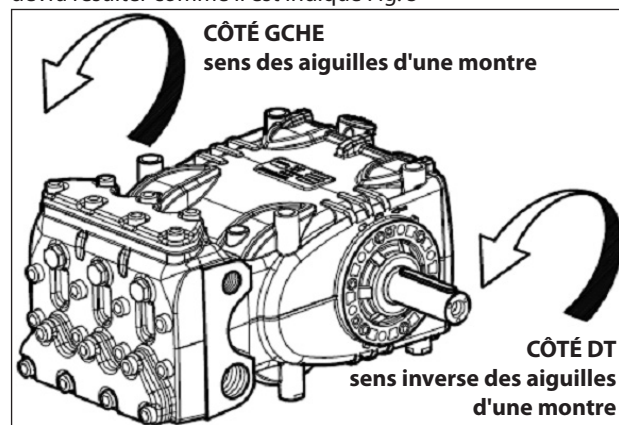

Fig. 5
En plaçant face à la tête de la pompe, le sens de rotation devra résulter comme il est indiqué Fig. 5
**N.B.** La version représentée sur la Fig. 5 est de Droite.